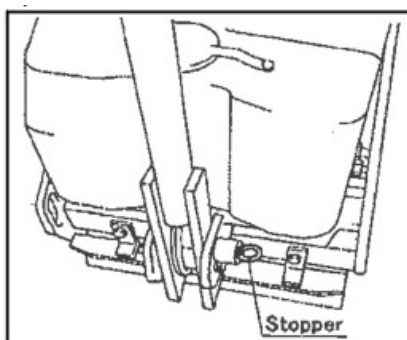

Figura 4. Manipularea știftului de oprire
- Eliberați știftul de oprire a manetei (Figura 4) și plasați maneta în poziția coborâtă.